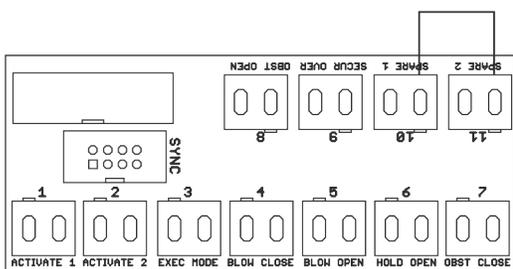

Figure 17
2. Changez la valeur de l'entrée 10 à Closing Obstruct (obstacle à la fermeture) à l'aide de la manette de commande et de l'écran LCD (Figure 17) ou consultez la page 9, Méthode Wi-Fi.
3. Changez la valeur de l'entrée 11 à Opening Obstruct (obstacle à l'ouverture) à l'aide de la manette de commande et de l'écran LCD (Figure 17) ou consultez la page 9, Méthode Wi-Fi.
5. Cavaliers Entrée 10/Spare 1 et Entrée 11/Spare 2. (Figure 17)
6. Branchez le connecteur à 10 broches du capteur 585 sur la carte de commande 6300. (Figure 17)
7. Connectez le câble 24 VCC de la carte de contrôle 6300 à la broche 1 et à la broche 2 du capteur 585. (Figure 17)